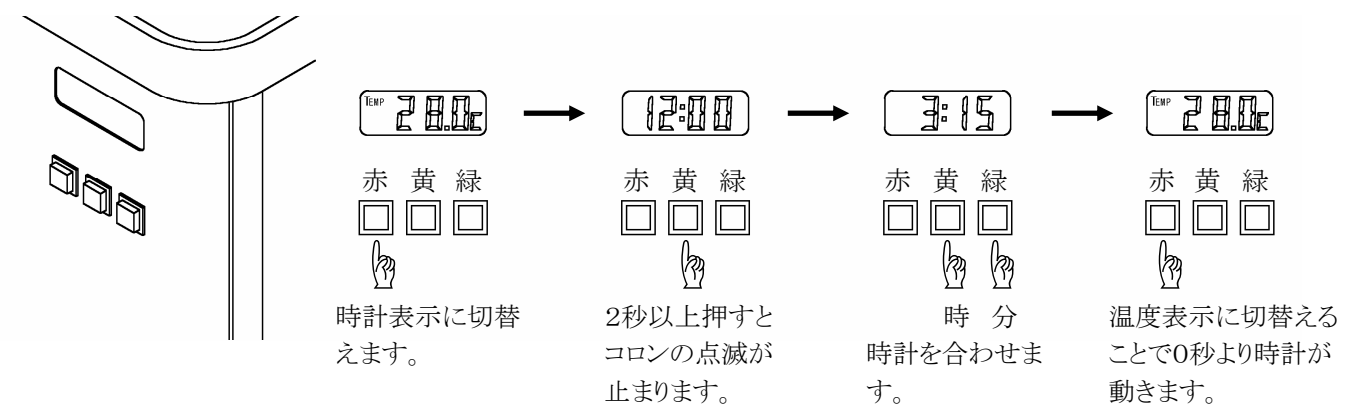

図19 時計の時間設定方法
- ② 温度計/時計は赤スイッチで切り替えます。スイッチが上がった状態で温度計、下がった状態で時計になります。
- ③ 時計の時間設定 (図19)